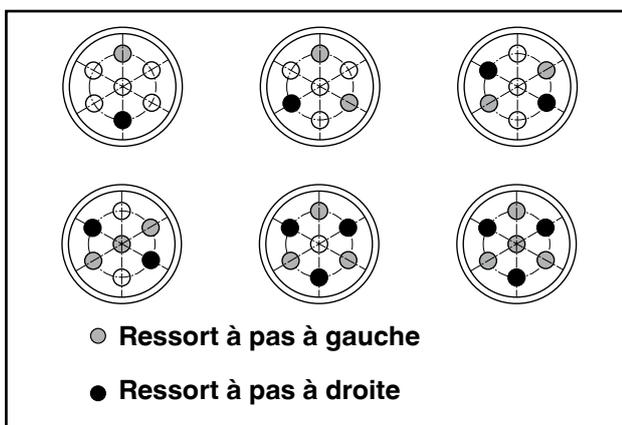

Fig. 9 Disposition des ressorts dans le servomoteur à ressort de rappel
- pour ce faire, desserrer les boulons (18) en croix et par paire, peu à peu et régulièrement afin de détendre les ressorts lentement, ensuite modifier le nombre de ressorts suivant la figure 9 et remonter le couvercle (2) dans l'ordre inverse;